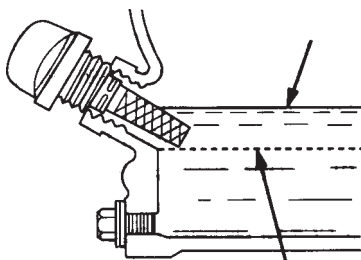

Figura 9. Varilla medidora del aceite del motor (nivel de aceite)
4. Si el nivel de aceite esta bajo (Figura 9), llene por la orilla del orificio con el tipo de aceite recomendado (Tabla 7). Consulte la Tabla 2 para la capacidad de aceite del tipo de motor.